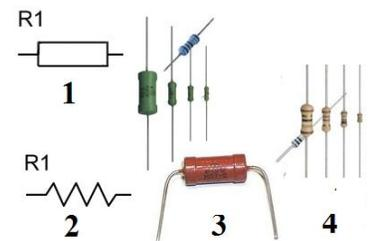

Рис. 1.
- **Постоянные резисторы** (рис. 1). Это резисторы, сопротивление которых постоянно.